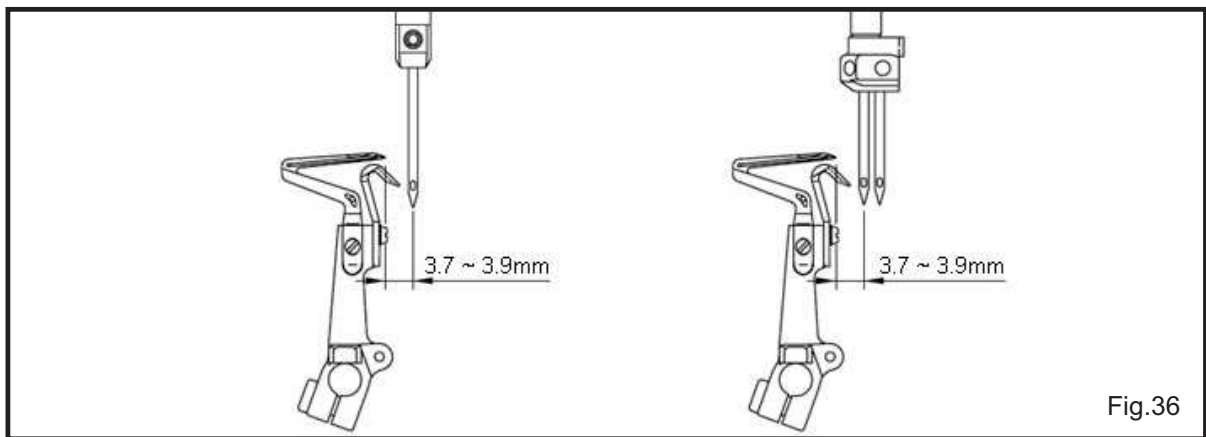

Fig.36
- (1) Quando o looper inferior move-se até o ponto mais à esquerda, a distância entre a extremidade do looper e a linha intermediária da agulha deve ser entre 3,7 ~ 3,9 mm. Para o modelo de duas agulhas, a distância é desde a extremidade do looper inferior até a linha intermediária da agulha da esquerda. (Fig. 36)